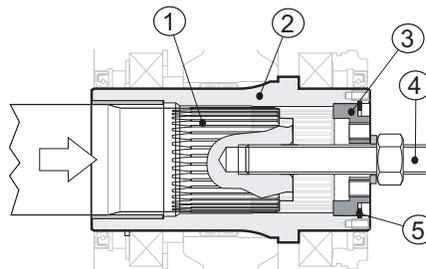

Fig. 18
Después introducir en sus alojamientos primero el fondo (pos. 3) y luego el seeger para interiores (pos. 5), bloqueando en consecuencia el fondo (pos. 3). Llegados a este punto, apretando la tuerca de la barra roscada, se lleva el eje de la máquina hasta el tope (ver Fig. 18 (p. 27)).